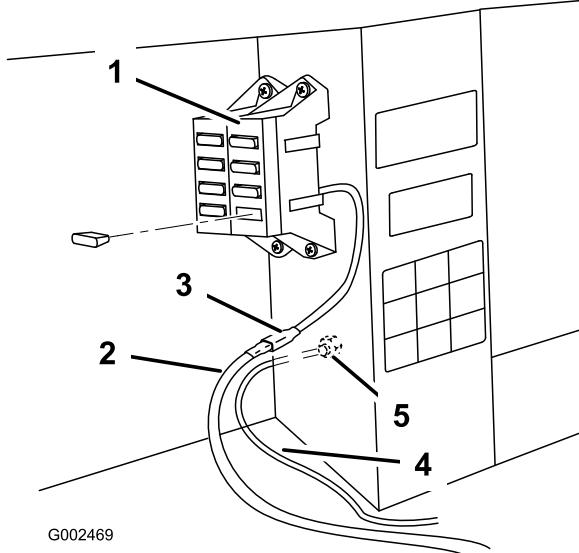

図 22
2. 黒いワイヤにのリングをアース・ボルトに接続する(図 22)。